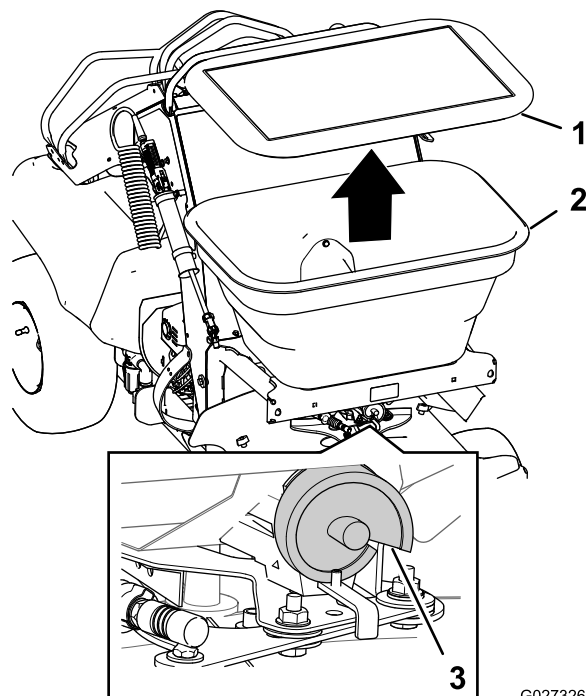

Figure 31
- Consultez les Tableaux d'épandage \(page 34\) pour déterminer le réglage de la came de dosage (Figure 31).
- Enlevez le couvercle de la trémie, ajoutez le produit d'épandage et remettez le couvercle sur la trémie (Figure 31).